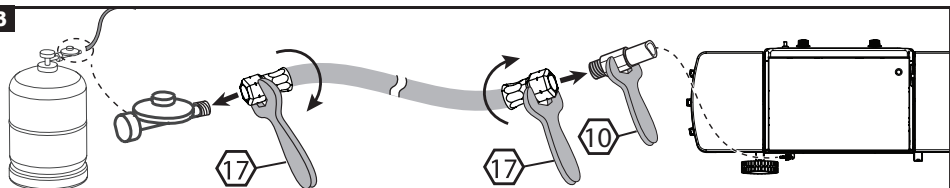

FIG. 4
- S'assurer que les manettes de réglage sont en position "OFF" (O).
- Mettre le liquide sur les raccords bouteille/détendeur/ tuyau/ appareil. Les manettes de réglage doivent rester en position "OFF" (O). Ouvrir le robinet de la bouteille de gaz. (Fig. 4)